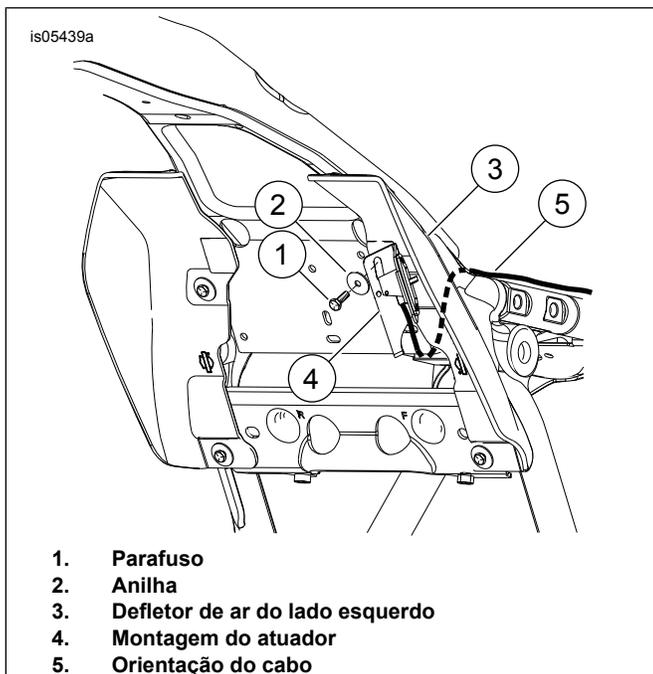

Figura 5. Instalar o Conjunto do Atuador com o Defletor de Ar do Meio do Quadro
3. Ver Figura 5 . Puxe o grampo do cabo da vela de ignição para fora do orifício da placa do quadro, no sítio em que será montado o suporte do manípulo de regulação. Descarte a braçadeira de plástico da mangueira.
8. Ver a Figura 5. Assegure-se de que o cabo de ajuste do encosto não se encontra ligado ao suporte de montagem. Começando na extremidade da montagem do atuador, oriente o cabo do encosto por baixo da placa transversal e para cima através do quadro (5).
9. Continue a orientar o cabo (1) entre o compartimento da bateria e a caixa de fusíveis/elementos elétricos. Continue a orientar o cabo para cima (1) a partir da parte traseira da caixa eléctrica, até que este chegue ao espaço entre o quadro e o guarda-lamas traseiro. Depois, oriente-o para a parte superior do guarda-lamas traseiro, até chegar ao suporte do encosto.
10. Ver a Figura 5. Faça deslizar o lado plano do suporte do conjunto do atuador (4) por trás dos fios e alinhe o orifício de montagem superior do defletor com a ranhura que se encontra no suporte do manípulo de regulação. Certifique-se de que o gancho/a patilha dobrada do suporte engata totalmente na extremidade da placa transversal. Assim que o equipamento estiver alinhado, insira e aperte o parafuso e a anilha.